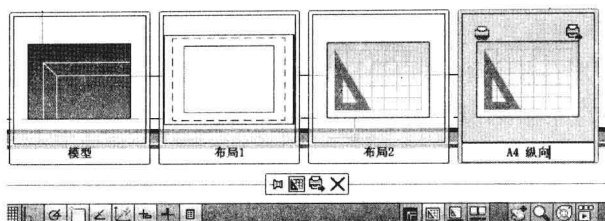

图 10-3-2
(3) 单击一个布局预览图像，即切换到该布局空间中，双击布局名称，修改名称为“A4纵向”，如图10-3-2所示。